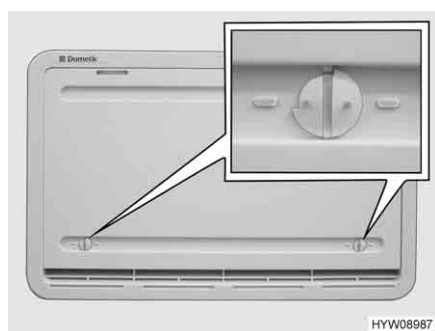

Fig. 224 Protection hivernale
Quand le réfrigérateur doit être utilisé à basses températures extérieures, le fabricant recommande d'employer une protection hivernale (Fig. 224) pour ses grilles d'aération du réfrigérateur.
- Ouvrir les deux dispositifs de verrouillage (Fig. 224) (la rainure est à l'horizontale).